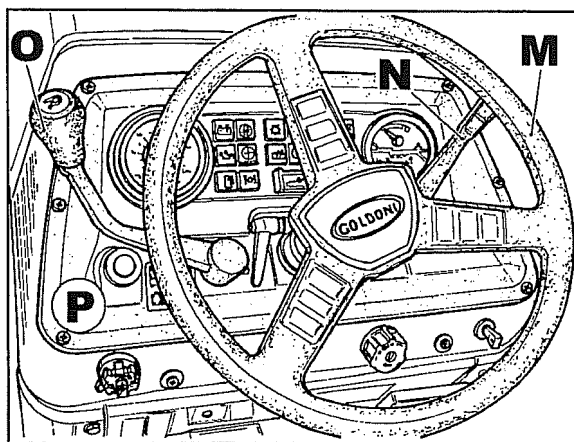

Fig. 8
- 12 Togliere il volante **M** fig. 8, la leva acceleratore a mano **N**, la leva riduttore-invertitore **O** quindi togliere il cruscotto **P**.